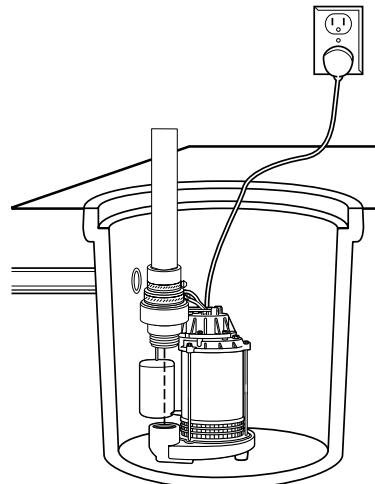

Figura 2 – Instalación de bomba sumergible
1. Construya una cuenca de concreto, acero o plástico para el sumidero que tenga 24 pulgadas (61 cm) de fondo y al menos 11 pulgadas (28 cm) de diámetro (*Figura 2 en la columna derecha*). Si ya hay un sumidero asegúrese de que tenga el tamaño correcto.